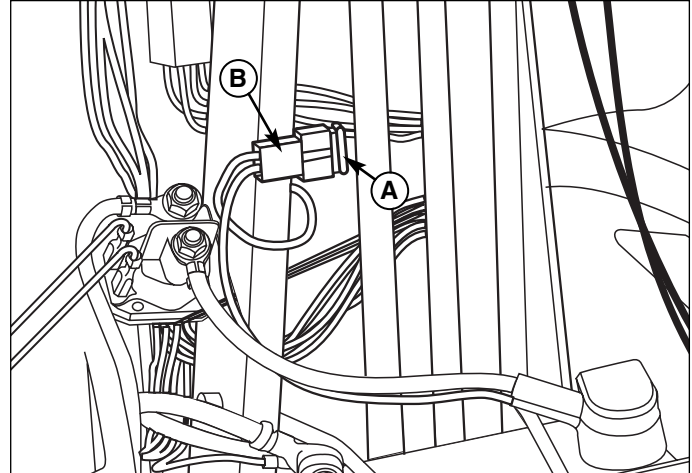
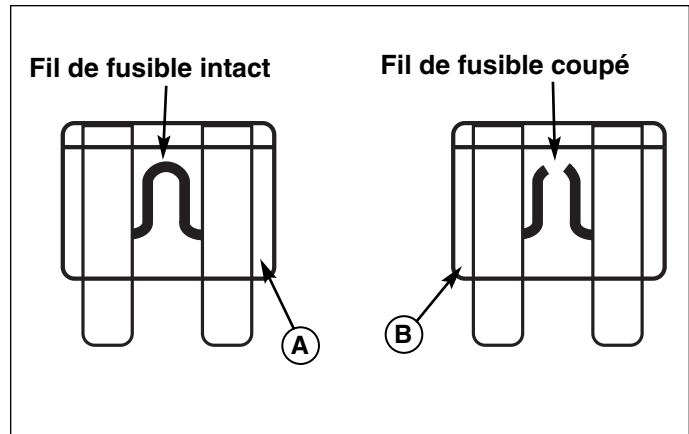

Figure 36. Fusible
Figure 37. Fusible à lamelles
1. Ouvrir le capot et repérer l'emplacement du porte-fusible (B, Figure 36) et du fusible (A) sur la colonne de direction.
2. Tenir le porte-fusible (B) d'une main et extraire le fusible (A).
3. Contrôler le fusible pour voir si le fil est coupé. Voir la Figure 37. Changer le fusible si le fil thermofusible est coupé. En cas de doute sur l'état du fusible, le changer.
4. Tenir le porte-fusible (B, Figure 36) et introduire un fusible neuf (A) bien à fond dans son logement.